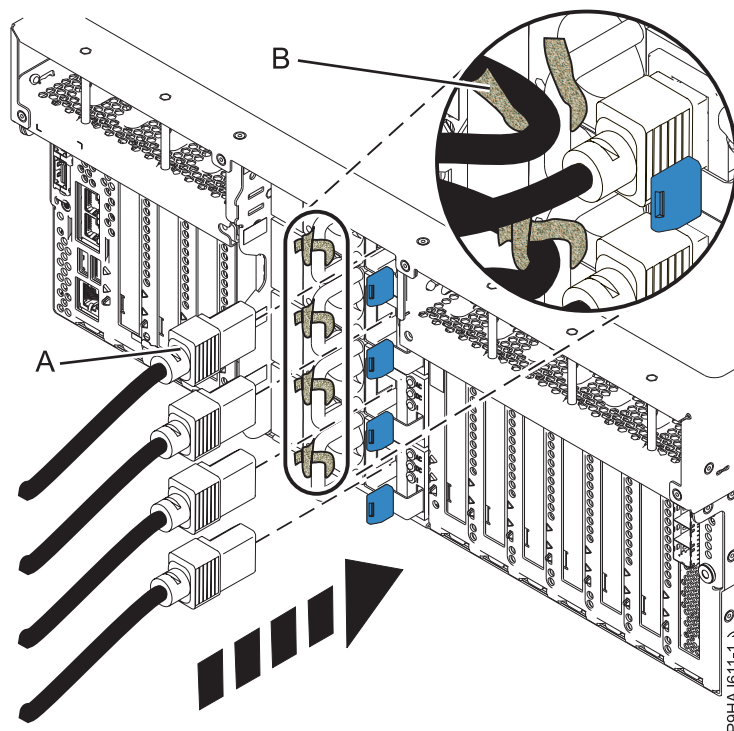

Figura 38. Conectarea cordoanelor de alimentare
2. Utilizând etichetele, reconectați cabloanele de alimentare (A) la unitatea de sistem. Fixați cabloanele de alimentare la sistem utilizând șuruburi moș și babă (B), așa cum este indicat în Figura 38 la pagina 51.